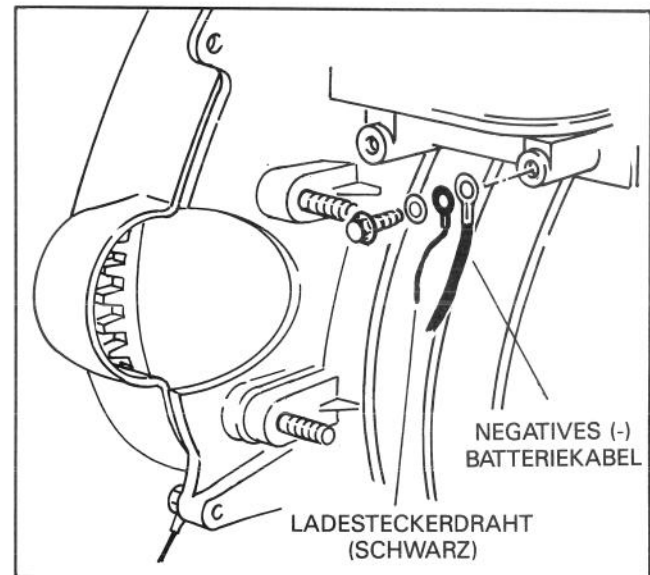

Abbildung 7
8. Den schwarzen Draht des Ladesteckers und das negative (-) (schwarze) Batteriekabel mit M8 x 12 mm Kopfschraube und aufgebogenem Federring an Motor befestigen (Abb. 7).